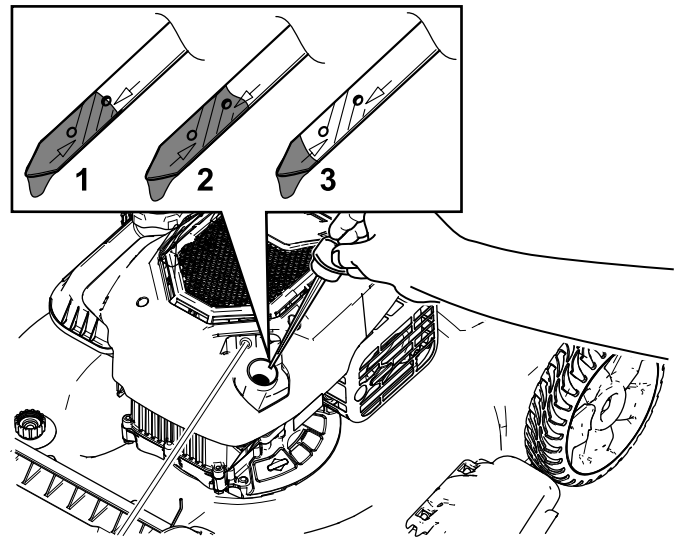

Figura 22
- Retire la varilla girando el tapón en el sentido contrario a las agujas del reloj y tirando del mismo (Figura 22).
10. Observe el nivel de aceite en la varilla (Figura 22).